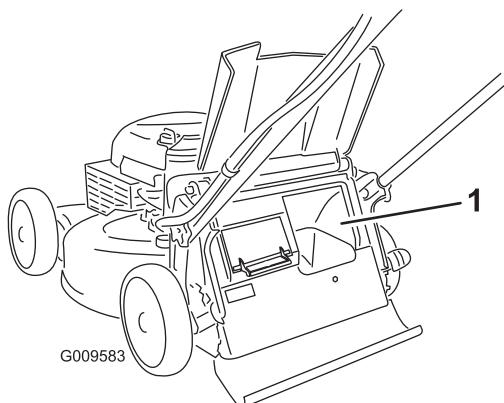

Figuur 18
- Als u het gras en de bladeren wilt oppangen, druk dan op de knop van de grasvangerhendel en beweeg deze naar voren tot de knop op de hendel naar boven klikt (Figuur 18).